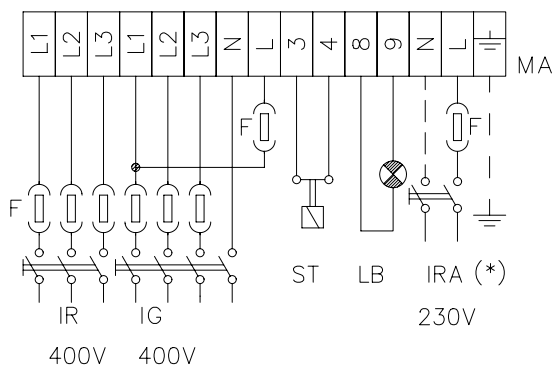

Рис. 3
- Выполнить электрические подсоединения к клеммнику питания, следуя схеме на Рис. 3; проверить направление вращения двигателя вентилятора, затем установить на место крышку электрощита.